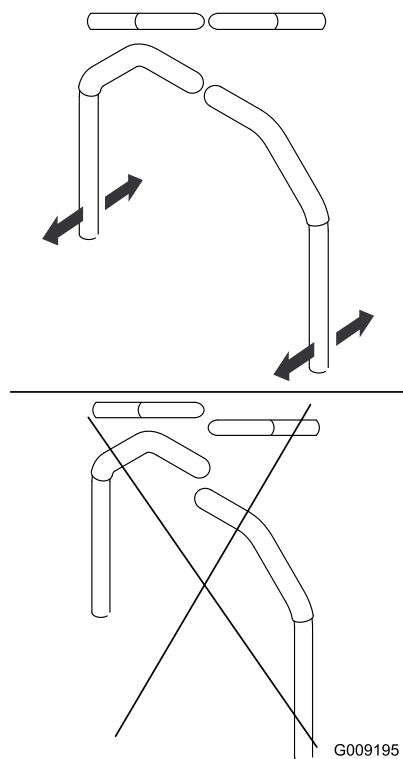

Figura 61
4. Ajuste la posición delante/detrás de las palancas acercándolas a la posición de punto muerto y deslizándolas hasta que queden alineadas (Figura 61).